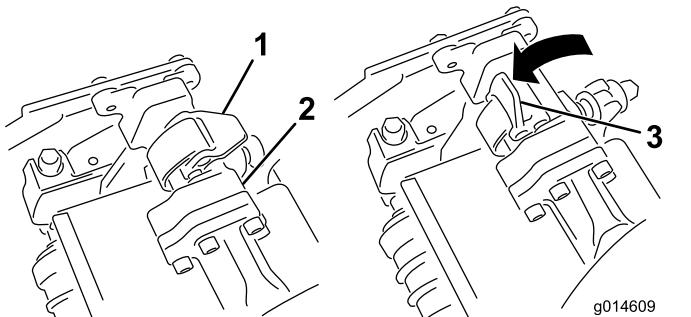

Bild 29
3. Die Riegel an der Aufhängearmstange müssen nach oben zeigen (d. h. offen) (Bild 29); drücken Sie den Aufhängearm dann so nach unten, dass die Stange über die Stange an der Oberseite der Schneideeinheit passt (Bild 30).
4. Drücken Sie die Riegel nach unten um die Schneideinheitstange herum und arretieren sie (Bild 29).
4. Öffnen Sie die Riegel an der Aufhängearmstange der Schneideeinheit, die Sie entfernen möchten (Bild 29).